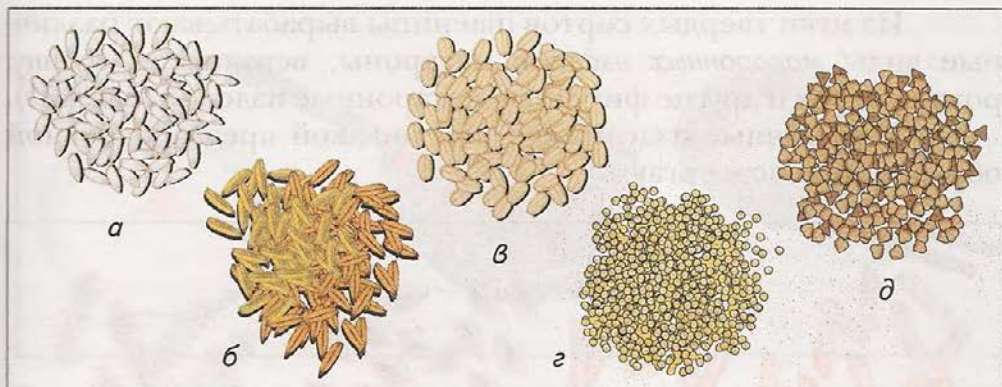

Рис. 99. Крупы: а — рис; б — овес; в — перловка; г — пшено; д — ядрица
*Крупы* получают при переработке зерновых культур. Наиболее распространены крупы из пшеницы — манная, Артек, Полтавская; из риса — рис шлифованный, полированный, дробленый; из овса — Геркулес, толокно; из ячменя — перловая, ячневая; из проса — пшено шлифованное, дробленое; из гречихи — ядрица, продел. Крупы различаются по цвету, форме, цельности зерен, размеру (рис. 99).